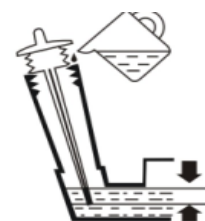

Abbildung 10
3. Der Ölstand muss zwischen den Markierungen „HOCH“ und „NIEDRIG“ liegen. Siehe Abbildung 10.
4. Das Öl muss bis zur VOLL-Markierung eingefüllt werden, siehe Abbildung 10.